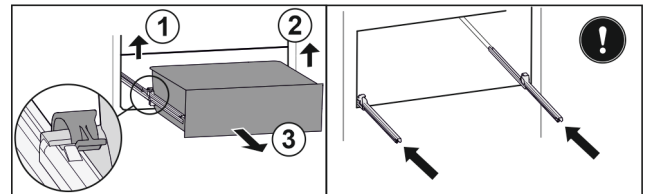

Fig. 38*
- ▶ Приподнимите левый зажим и одновременно вытяните движением вперед выдвижной ящик слева Fig. 38 (1).*
- ▶ Приподнимите правый зажим и одновременно вытяните движением вперед выдвижной ящик справа Fig. 38 (2).*
- ▶ Извлеките выдвижной ящик движением вперед Fig. 38 (3).*